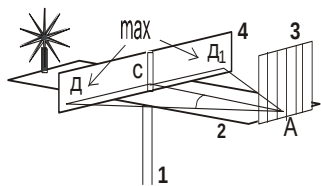

Рисунок 5
При помощи дифракционной решетки, зная φ , k , d , используя выражение (4), можно определить длину волны λ . Порядок спектра определяется последовательным счетом от центрального max (рисунок 5). На штативе (1) шарнирно укрепляется горизонтальная линейка (2). На ней размещаются дифракционная решетка (3) (обращенная к глазу) и передвижная вертикальная шкала (4) с прорезью (обращена к источнику света, в которой подвижно закреплены различные светофильтры).